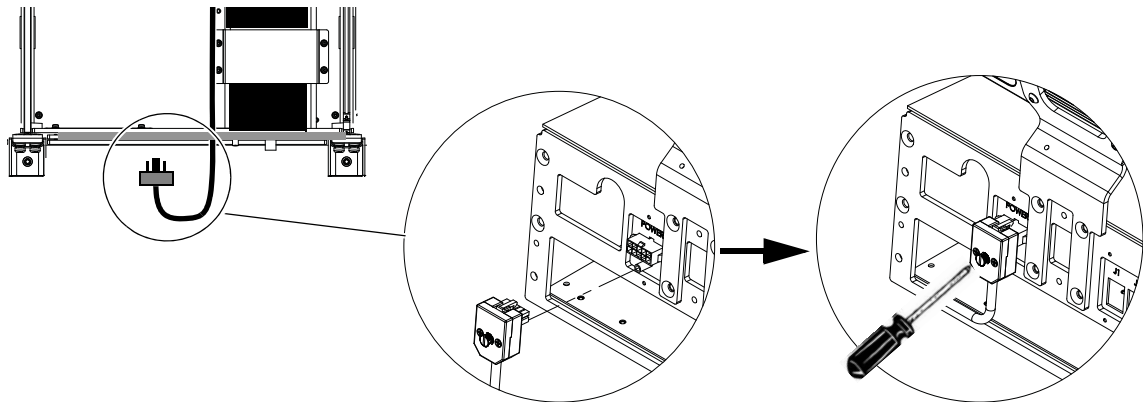

Figure 13. Connexion de la terminaison du câble sur la plaque de connexion arrière
- 2 Connectez la terminaison du câble ressortant du bac au connecteur d'alimentation sur la plaque de connexion arrière, comme représenté sur la Figure 13. Utilisez un petit tournevis plat pour visser la prise sur la terminaison.